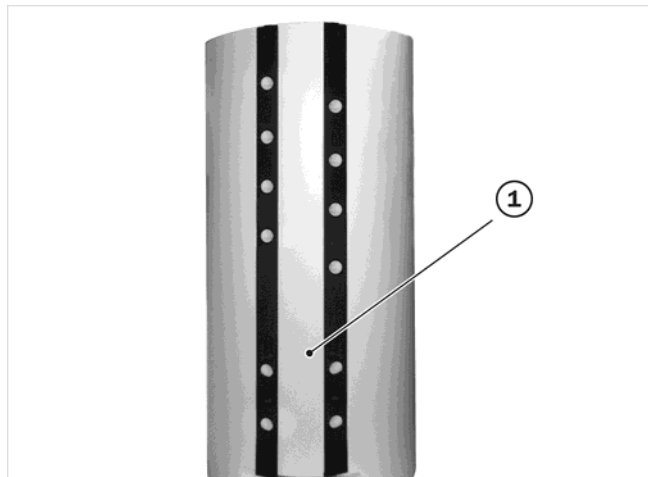

Fig. 7: Cerrar la parte delantera del aislamiento
3. Inserte la parte aislante delgada entre las hileras de conexión (v. → fig. 7 (1)).